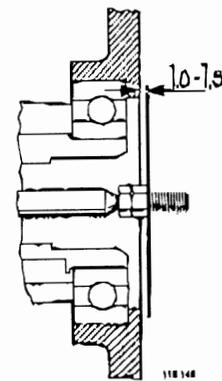

Bild 92. Justering av spel
38. Vrid runt medbringaren på ingående axeln. Tryck in dragstängen (27) så att lintrumman ej roterar.
40. Skruva tryckbrickan på stängen, brickan skall placeras så att ett spel på 1-1,5 mm finns mellan brickan och växelhusets lock. Bild 92.
41. Placera distansbrickan (32) på stängen. Sätt på membranet och tryckbrickan. Dra på muttern.